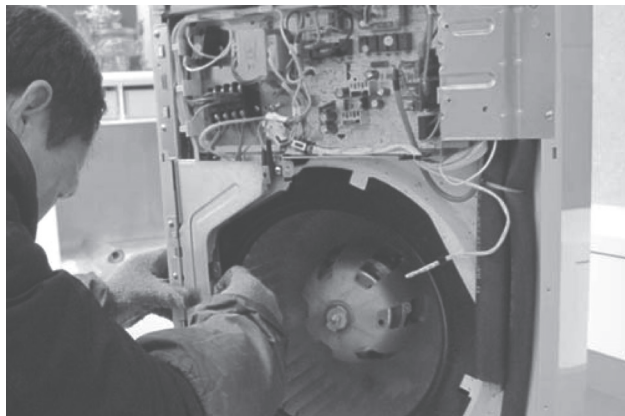

图 3-58 整理护板
9)将隔音护板盖固定螺钉拧紧,并整理好在其中的线缆,如图 3-58 所示。